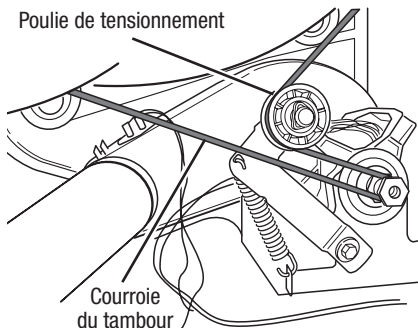

Figure 7. Enlever lentement la courroie du tambour.
4. Contrôler le contacteur du tensionneur de courroie et le moteur d'entraînement. Ôter le panneau arrière pour accéder au moteur d'entraînement et au contacteur du tensionneur de courroie. Séparer lentement la courroie du tambour de la poulie de tensionnement chargée par ressort; laisser la poulie de tensionnement descendre doucement. Voir la figure 7.